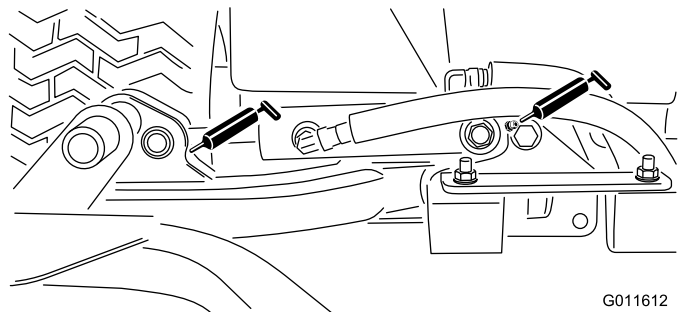

Figura 65
- Cilindros del brazo de elevación de la unidad de corte (2 en cada) – **Figura 65**
- Pivotes del brazo de elevación (1 en cada) – **Figura 65**